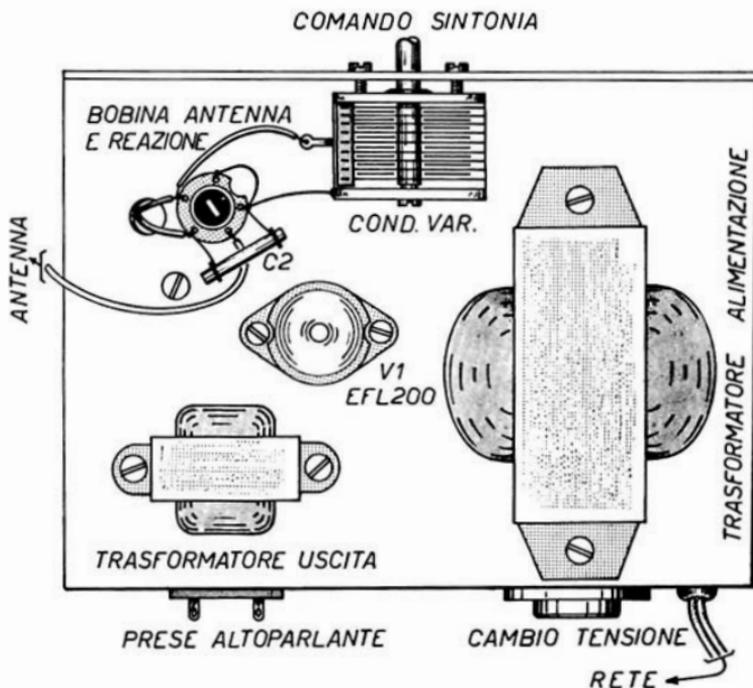

Fig. 14.21. - Componenti sopra il telaio.
Il condensatore variabile (CV) è ad aria, da 350 picofarad. Nel caso non fosse reperibile, va utilizzato un condensatore variabile doppio, utilizzando una o due sezioni, come quello usato per il prototipo, visibile in fig. 14.21.